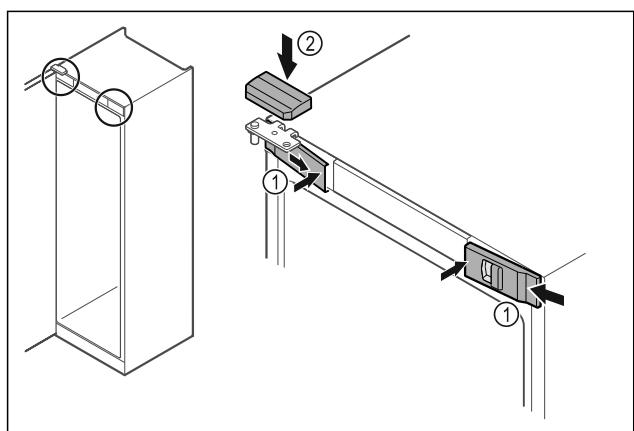

Fig. 55
► Bočno zakvačite prednje poklopce Fig. 55 (1) i uglavite ih iznutra.
► Uglavite gornji poklopac Fig. 55 (2) odozgo.